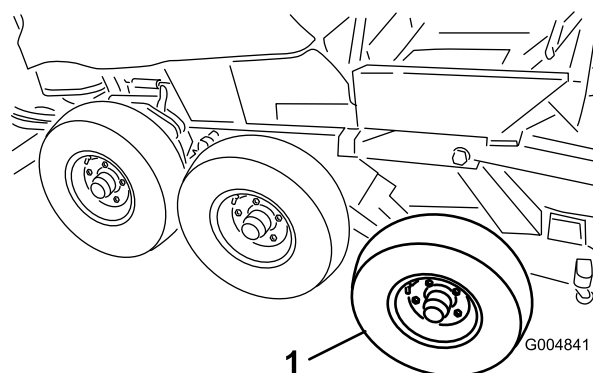

**Рисунок 118**
43. Снимите плоскую шайбу (1/2 дюйма) и гайку (1/2 дюйма), установленные на резьбовую шпильку каждой оси тележки (**Рисунок 118**).